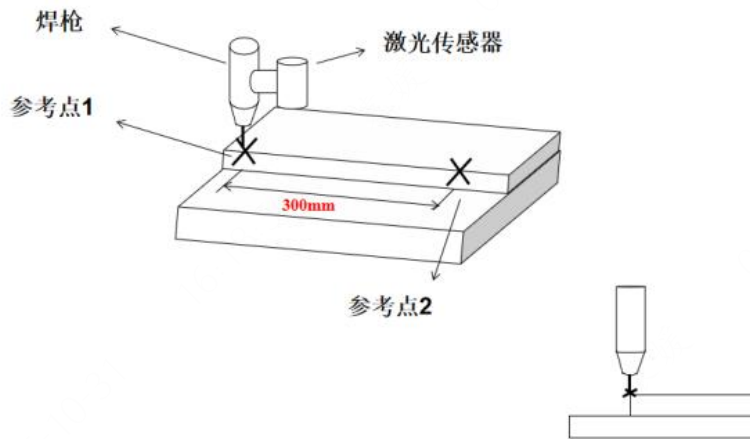

图 3-52 激光器十点法标定姿态 1 和 2
(1) 使用焊丝尖端(TCP)精确地在焊缝的结合线上示教参考位置，参考位置有两个，推荐相距 300mm。焊枪末端、焊缝、参考点、传感器位置关系如图 3-52 所示。注意，点动机器人使得 TCP 末端位于参考点 1，激光传感器的光线与焊缝相交于参考点 1 和参考点 2 之间。激光线的大致与焊缝垂直。尽量使得光线的中心与焊缝相交。记录参考点 1。同样方法记录参考点 2。